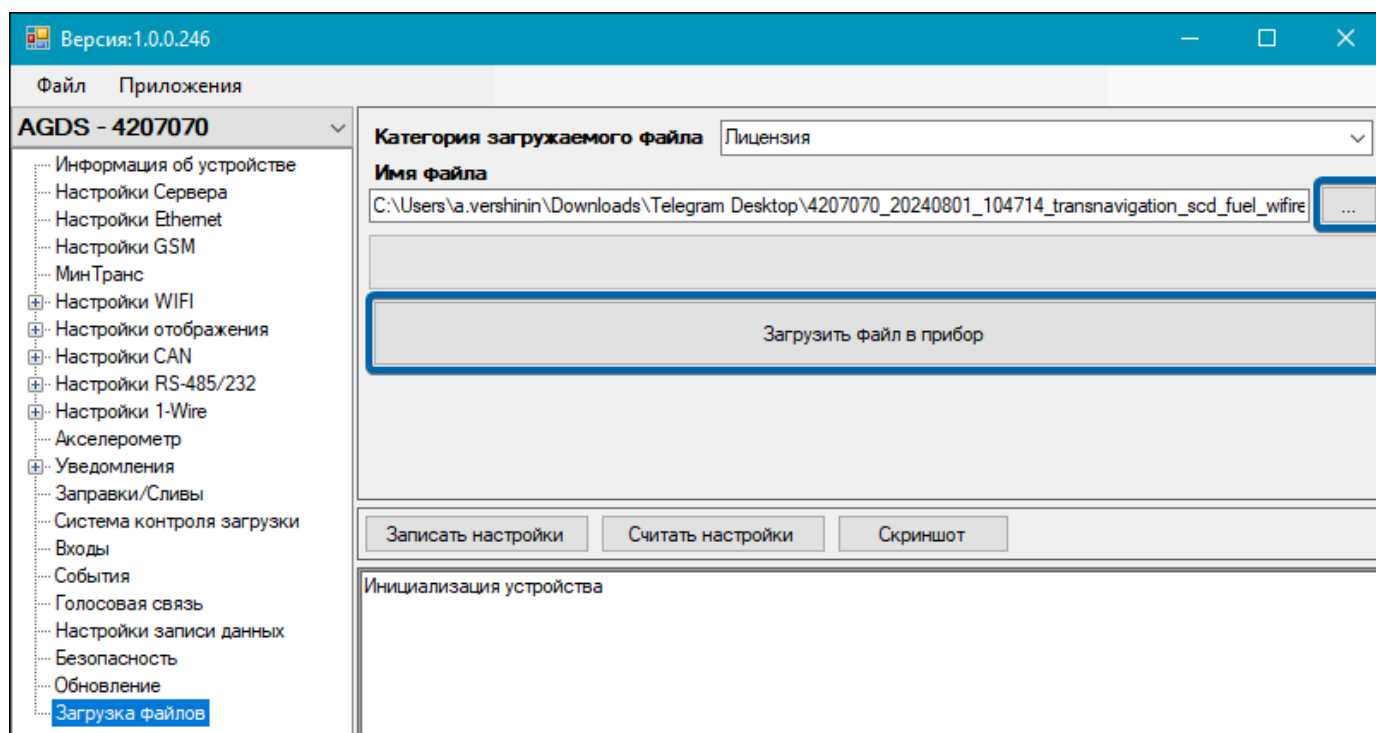

Рис.33. Установка лицензии через программу-конфигуратор
2. Выберите в списке программы-конфигуратора для АвтоГРАФ-ИНФО S пункт «Загрузка файлов» (Рис.33).